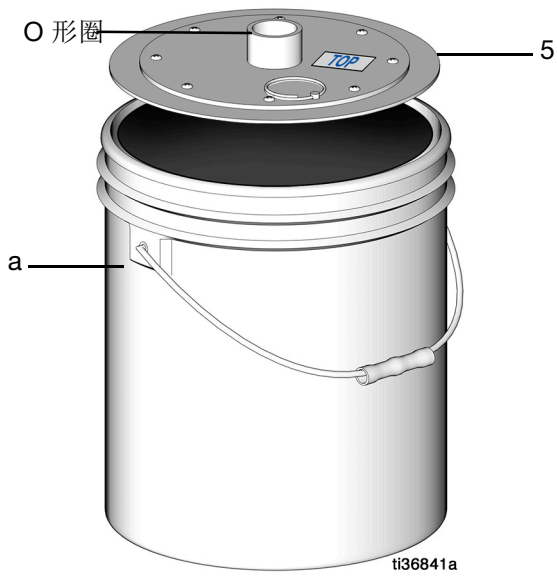

图 5
3. 将压油盘 (5) 朝上 (标签向上) 放在润滑脂上 (图 5)。
4. 在压油盘中心的 O 形圈上涂抹润滑脂 (图 5)。
5. 用力将压油盘向下压入润滑脂中, 以清除所有气穴 (图 5)。